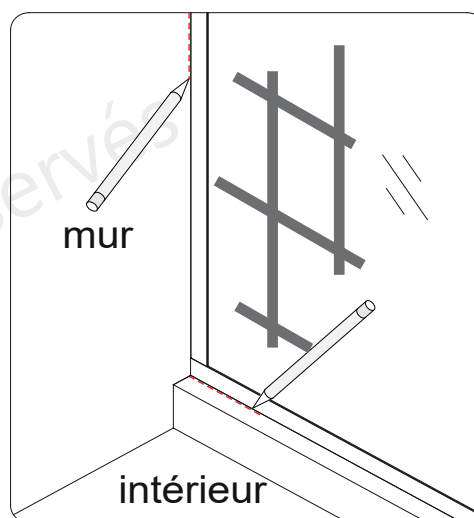

Fig 15
15. Une fois le **panneau vitré fixe (N° 11)** aligné avec la **porte vitrée (N° 01)**, marquez les positions des profils en U sur le seuil et le mur. **(Fig 15)**